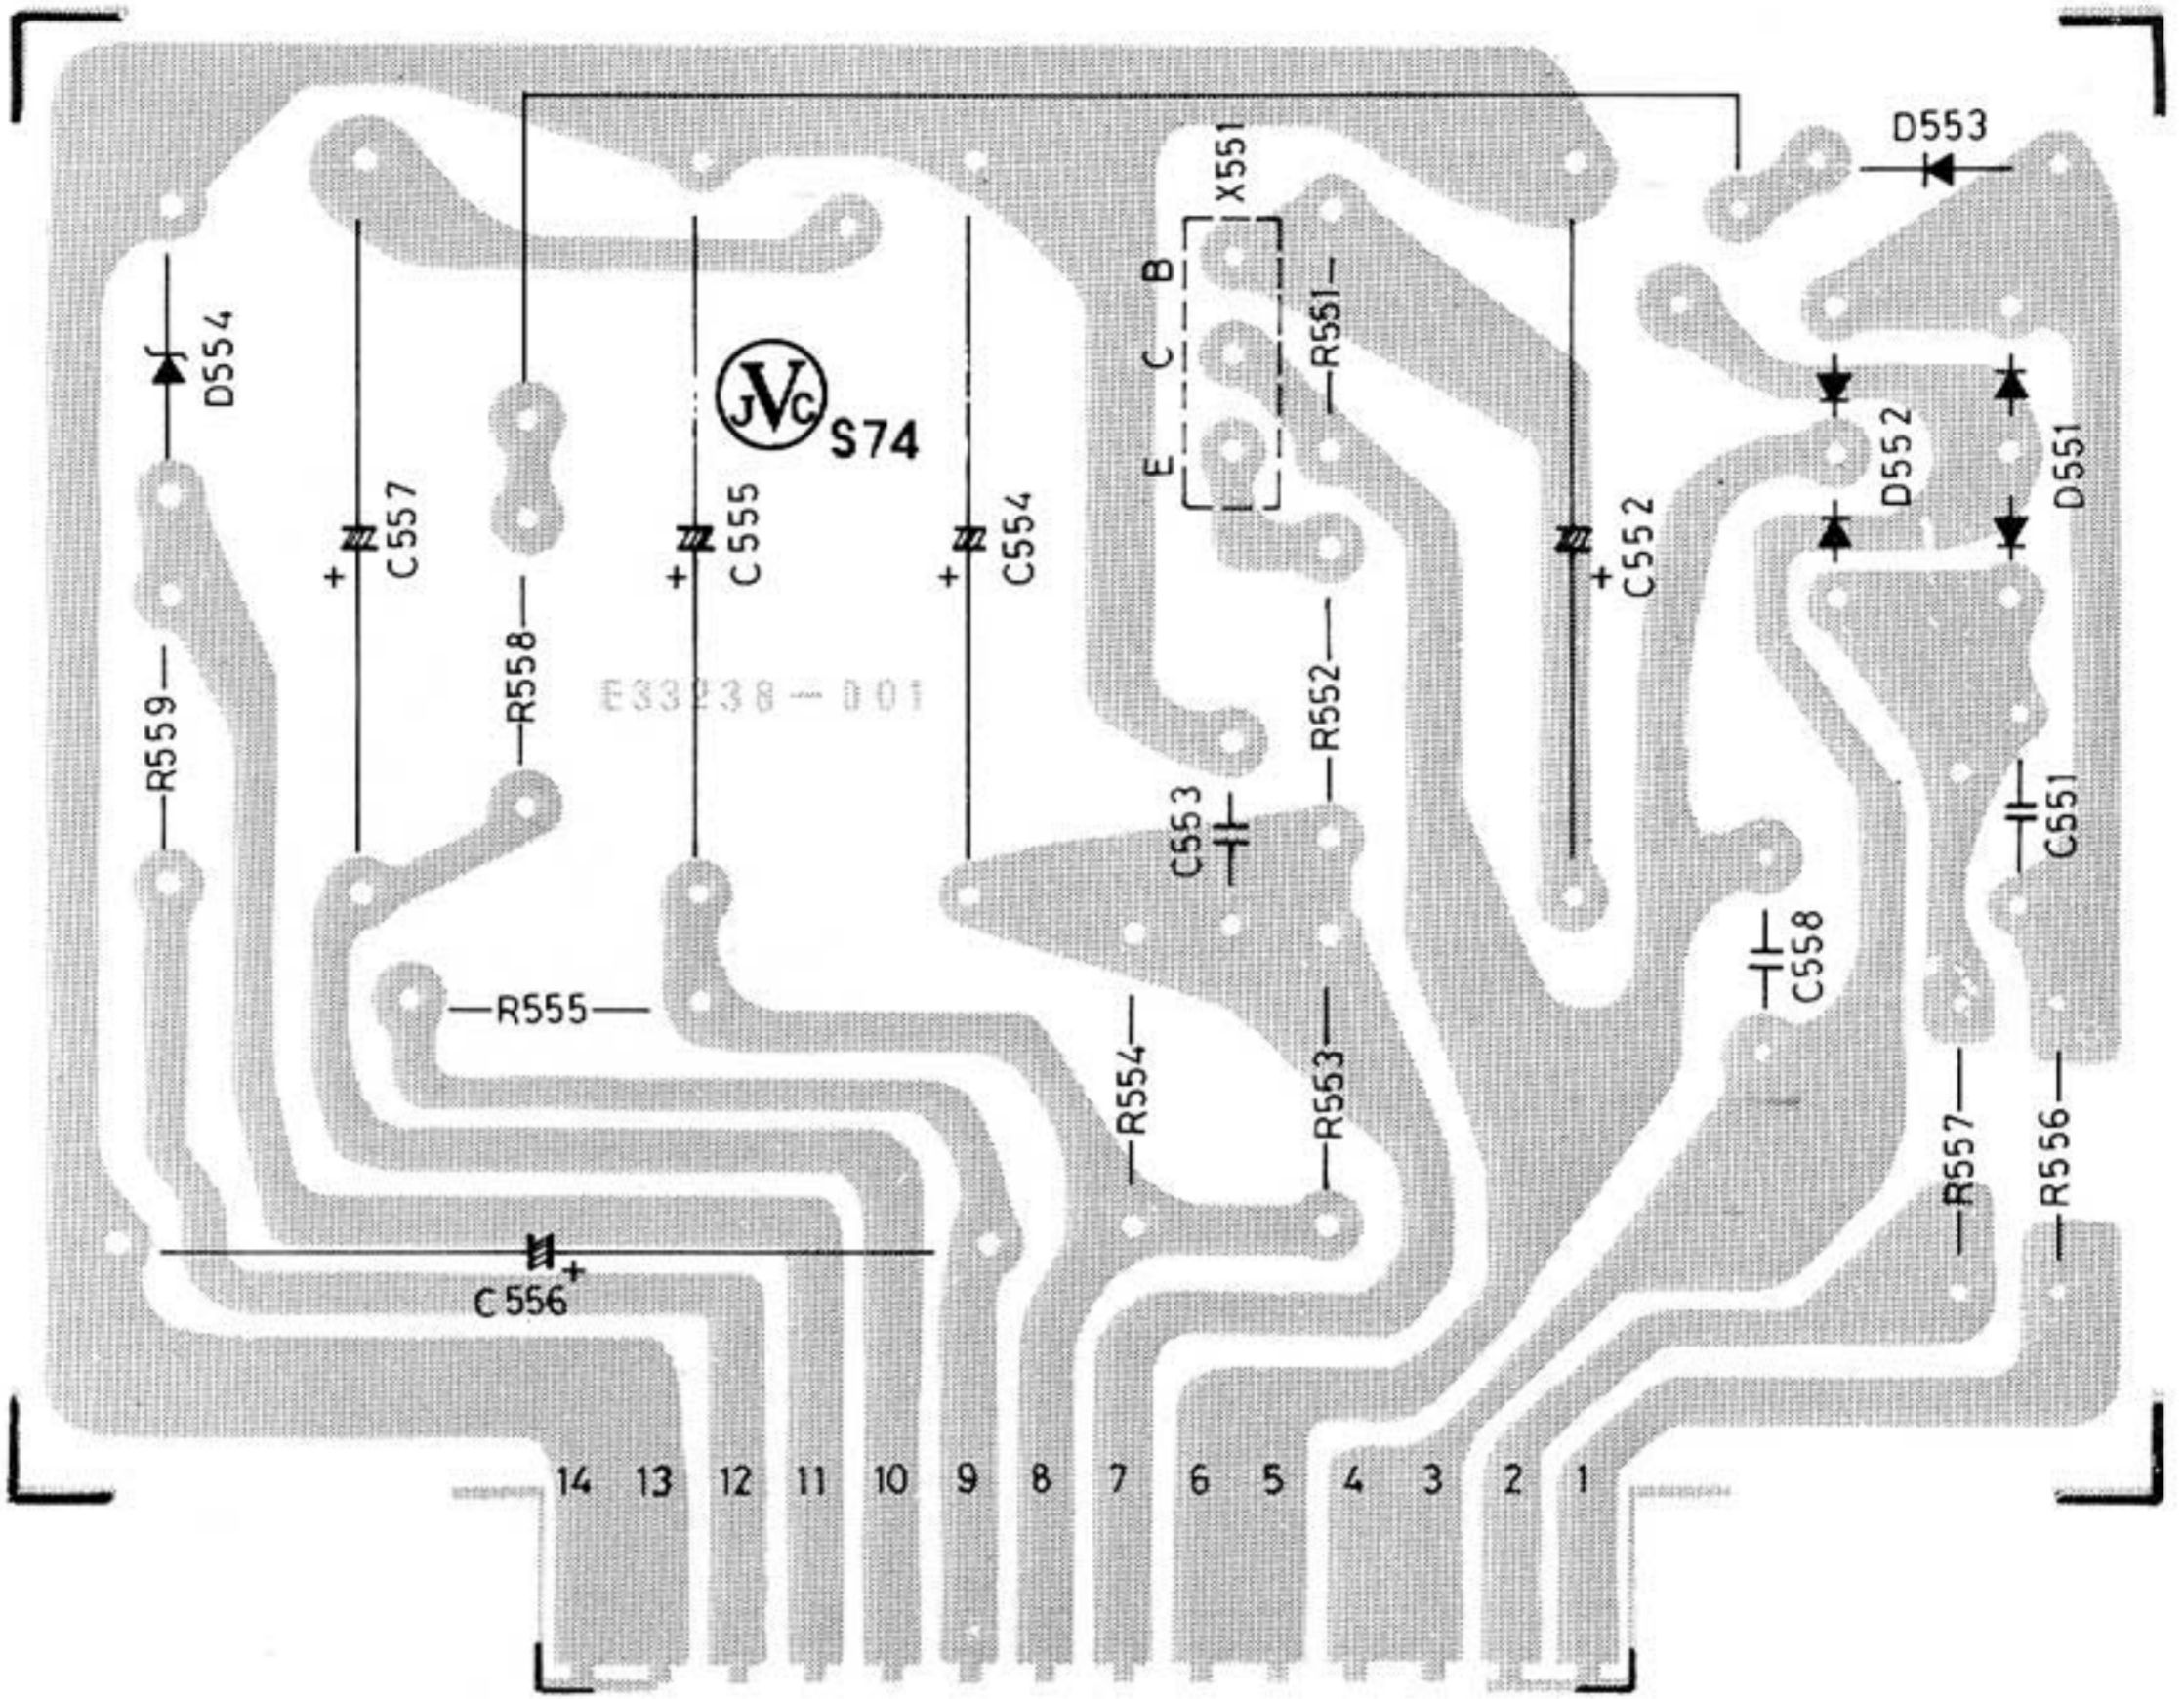

Fig. 32
**WIRE CONNECTION** (Fig. 32, 33)